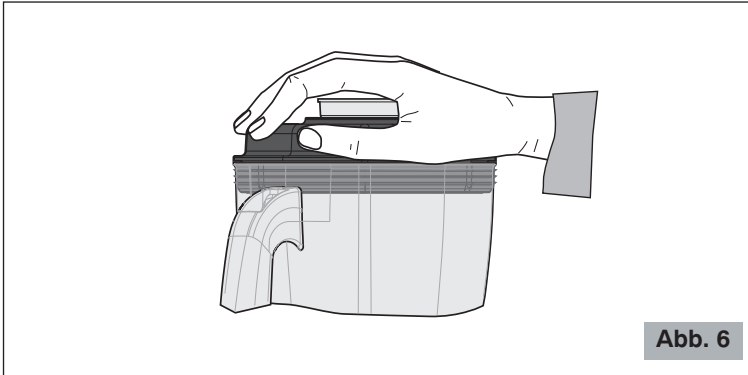

Abb. 6
- 5** Den Motor einschalten, indem die Taste  gedrückt wird. Nur beim Modell B283 beim Drücken auch eine Hand auf den Deckel halten (Abb. 6).